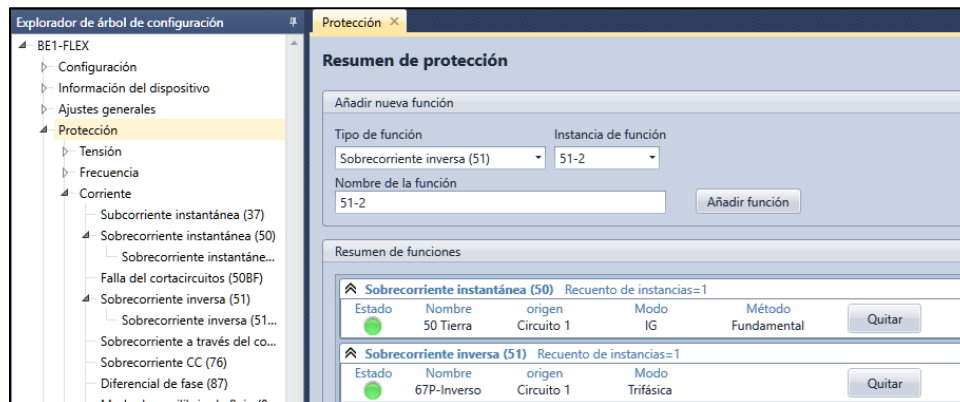

Figura 2-21. Pantalla de Resumen de protección
Paso 14: Seleccione Protección en el Menú ajustes para comprobar que los elementos 50 y 51 tienen estados en Verdes. Consulte Figura 2-21.